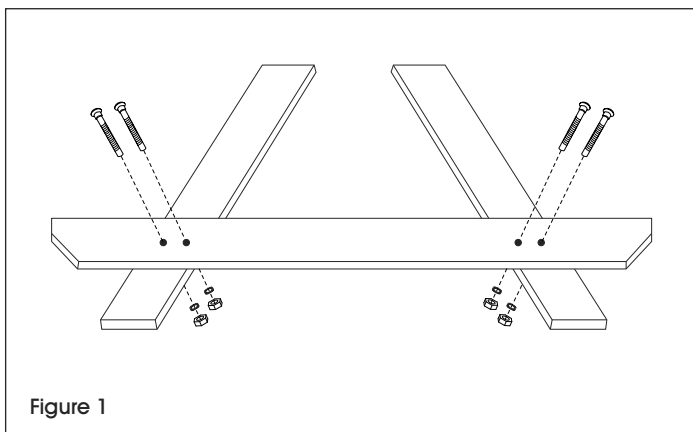

Figure 1
2. Placez la traverse de banc préperçée au-dessus des pattes préperçées de la table. Positionnez les pattes de façon à ce que les trous soient alignés et que la partie supérieure des pattes soit de niveau et droite. (Voir Figure 1)